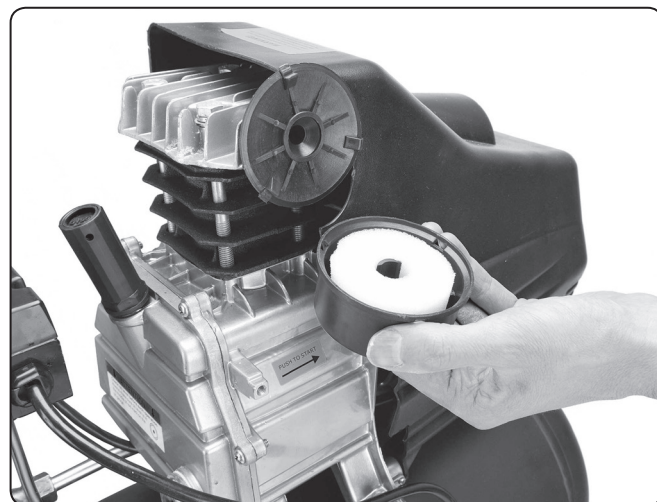

Abb. 9
Um an den Luftfilter heranzukommen, nehmen Sie den oberen Deckel gem. Abb. 9 durch „ausrasten“ aus den Sicherungslaschen herunter.
- 3) Legen Sie den Filter gem. Abb. 9 zurück in den Deckel und setzen den Deckel wieder auf, damit der Deckel in die Laschen einrastet.